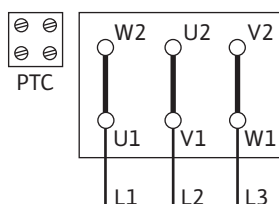

Fig. 10: Y-Δ-Anlauf
- Der Netzanschluss ist abhängig von Motorleistung P2, Netzspannung und der Einschaltart. Erforderliche Schaltung der Verbindungsbrücken im Klemmenkasten folgender Tabelle sowie Fig. 10,11 und 12 entnehmen.